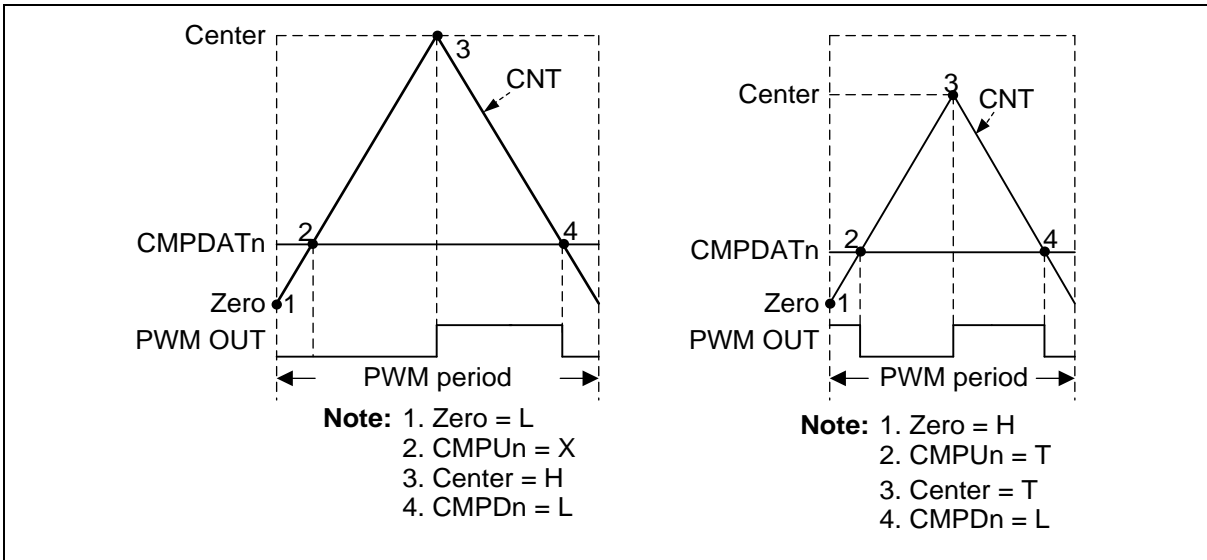

图 6.11-14 BPWM 脉冲发生 (左: 不对称脉冲, 右: 多样化脉冲)
通过 BPWM_WGCTL0 和 BPWM_WGCTL1 寄存器可以设定每个位置点的 BPWM 波形：无动作 (X)、拉低 (L)、拉高 (H) 或者触发 (T)。如图 6.11-14，通过这些位置点的设置，用户可以轻易的产生不对称的 BPWM 脉冲和其它多样化的波形。图中，比较器 n 用于产生 BPWM 脉冲，n 指通道 0 ~ 5；CMPU 指向上计数时 CNT 计数到 CMPDAT，CMPD 指向下计数时 CNT 计数到 CMPDAT。